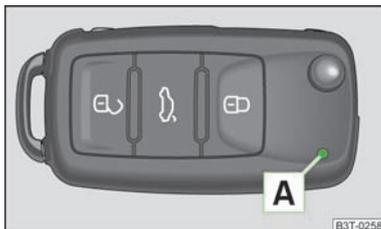
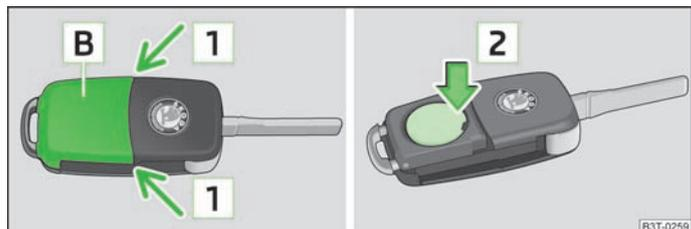

Fig. 9
Fig. 10 Chiave con comando a distanza - rimozione del coperchio / rimozione della batteria
Con la vettura vengono consegnate due chiavi con comando a distanza » fig. 9.
Ogni chiave a distanza è provvista di una batteria alloggiata sotto il coperchio **B** » fig. 10. Quando la batteria è scarica, premendo un tasto della chiave con comando a distanza, la spia di controllo rossa **A** non lampeggia » fig. 9. Si raccomanda di fare sostituire le batterie delle chiavi presso un'officina ŠKODA. Qualora si desidera comunque sostituire in prima persona la batteria scarica, procedere come segue:
- Premere il coperchio della batteria con il pollice oppure con un cacciavite piatto in corrispondenza della freccia **1** » fig. 10.
- Togliere la batteria scarica dalla chiave premendo verso il basso la batteria in corrispondenza della freccia **2** » fig. 10.